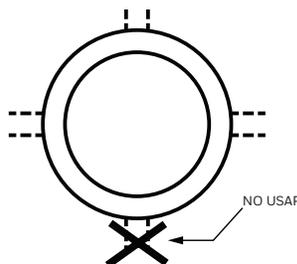

Fig. 2. Conexiones de la línea de pulso de la unidad de mezcla V2MU.
**IMPORTANTE (consulte la Fig. 2)**